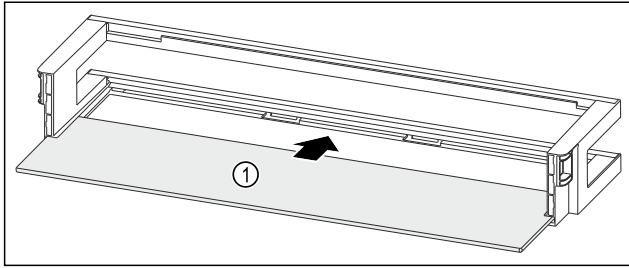

Fig. 92 Türabsteller mit Abstellfläche
- ▶ Abstellfläche Fig. 92 (1) in die seitlichen Einsparungen einschieben.